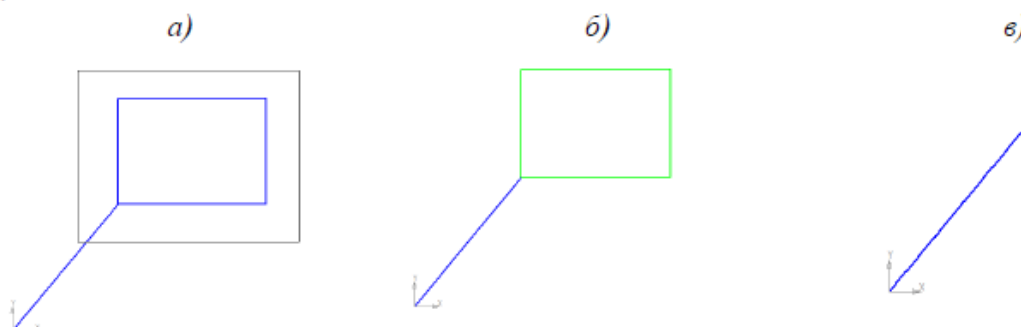

Рисунок 32– Выделение и удаление объектов
8. Удаление объектов. Нажмите клавишу "Esc". Для того чтобы удалить объекты их сначала нужно выделить. Выделить объекты можно рамкой или левой кнопкой мыши удерживая клавишу "Ctrl". Выделите объекты рамкой, рис. 32, а (курсор мыши ведите с лева, направо удерживая левую кнопку мыши). Выделенные объекты, рис. 32, б перейдут в зеленый цвет, после выделения нажмите клавишу на клавиатуре "Delete". Результат удаления, рис. 32, в.